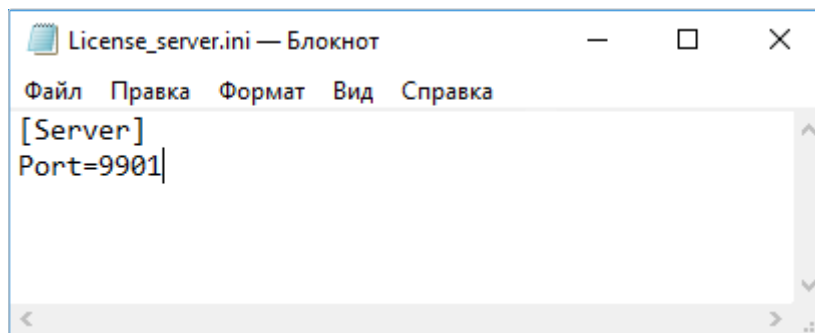

Рисунок 24. Содержимое файла *license\_server.ini*
- 5) В файле *License\_server.ini* необходимо проверить присутствие записи о назначенном порте сервера (см. рисунок 24).